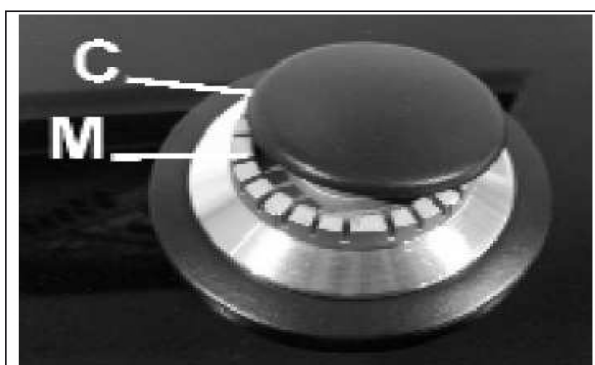

Рис. 6
Если Вы хотите, чтобы варочная поверхность всегда блестела, а все остальные детали всегда были в хорошем состоянии (решетки, эмалированные крышки конфорок «С», рассекатели конфорок «М» (Рис. 6), очень важно мыть их губкой после каждого использования, используя теплую воду с мылом.
- Проверьте, чтобы отверстия рассекателей не были засорены (Рис. 6).
- Проверьте, чтобы крышки конфорок «С» (Рис. 6) были правильно установлены на своих местах. Правильно установленная крышка фиксируется на своем месте и не сдвигается.